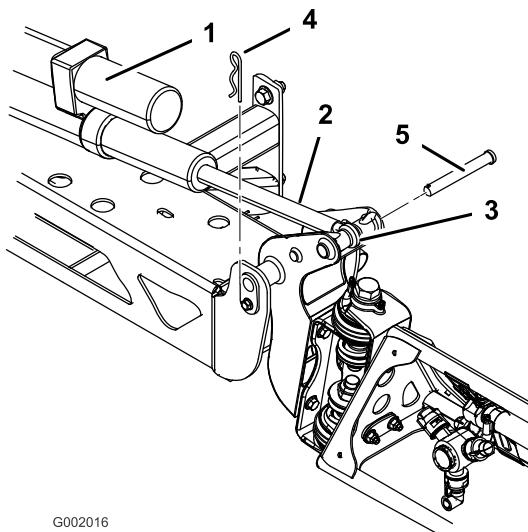

Figura 36
2. Togliete la coppia dal perno di articolazione (Figura 36).
3. Sollevate la barra e togliete il perno (Figura 36). Abbassate lentamente la barra al suolo.
6. Alzate la barra per allineare il perno con l'asta dell'attuatore. Tenete ferma la barra e inserite il perno attraverso il perno della barra e l'asta dell'attuatore (Figura 36).